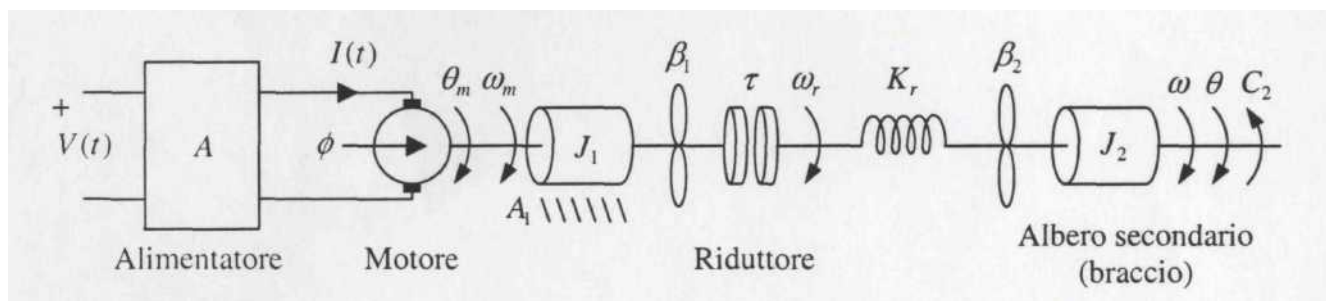
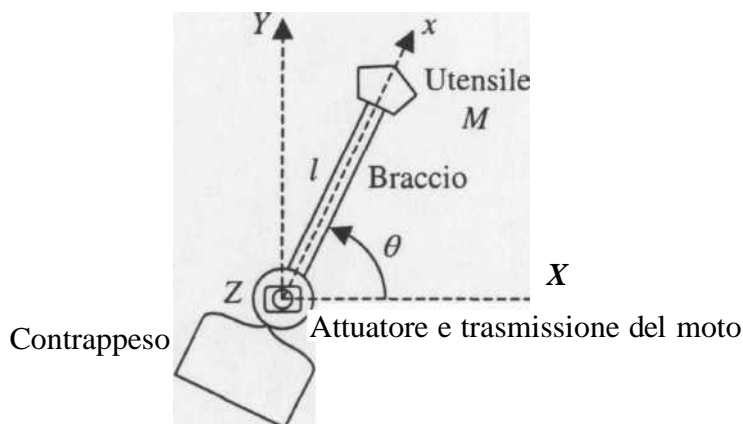

Figura 1 - Schema elettromeccanico
Figura 2 - Schema geometrico
Si consideri lo schema di Figura 1, che descrive un braccio meccanico (comprensivo di utensile) di momento d'inerzia J_2 e posizione angolare θ , mosso da un motore elettrico a corrente continua tramite un riduttore ad ingranaggi di rapporto di riduzione T , la cui rigidità torsionale media sia indicata con K_r . Il momento d'inerzia del gruppo motore-riduttore sia J_1 . I coefficienti di attrito viscoso siano indicati con f_i , $i = 1,2$. Il motore sia alimentato da un alimentatore in grado di fornire al motore una corrente $I(t)$ proporzionale alla tensione di comando $V(t)$. Il guadagno dell'alimentatore sia indicato con A . Sul braccio agisca una coppia resistente C_2 e sull'albero motore una coppia di attrito radente A_1 . Il rapporto di riduzione r sia definito come $r = \frac{\omega_m}{\omega_r}$ indichi il flusso motore o costante di coppia del motore a corrente continua e ϕ_m la posizione angolare dell'albero motore. Il braccio ruoti in un piano verticale i cui riferimenti siano definiti come in Figura 2. Si assuma che in assenza di utensile ($M = 0$), l'asse di rotazione Z (ortogonale a X e Y) sia baricentrico. Si assuma un campo di rotazione di θ pari a $\pm n$.
1. Si scrivano, a partire dagli schemi di Figura 1 e Figura 2 e dai dati di Tabella 1, le equazioni di stato a tempo continuo in forma letterale e numerica, scegliendo con cura ingressi (comando e disturbi) e variabili di stato. Le variabili vengono riportate in una tabella apposita. Le equazioni di stato vengano scritte nel modo più chiaro e ordinato possibile.